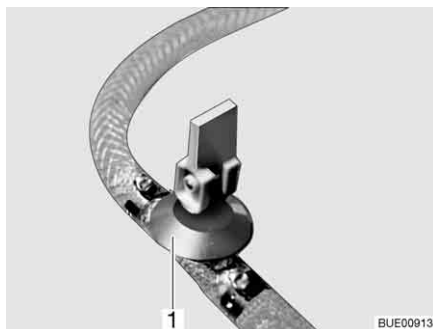
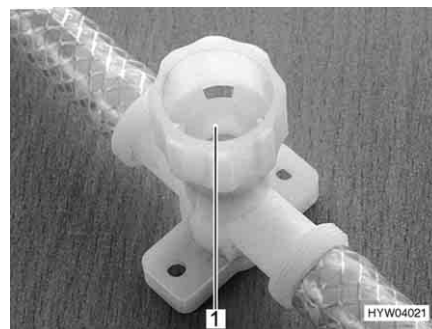

Fig. 211 Robinet de vidange (avec levier à bascule)
Fig. 212 Robinet de vidange (avec capuchon tournant)
- Ouvrir tous les robinets de vidange. Placer pour ce faire le levier à bascule (Fig. 211, 1) à la verticale ou faire tourner le capuchon du robinet de vidange (Fig. 212, 1) dans le sens inverse des aiguilles d'une montre.